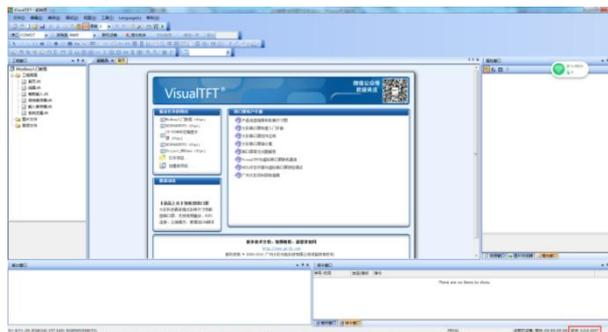

图 2-2 软件版本
(2) 打开 VisualTFT, 在软件右下角可以查看软件版本图 2-2 所示, 最新版本可登录 <http://www.gz-dc.com> 下载。